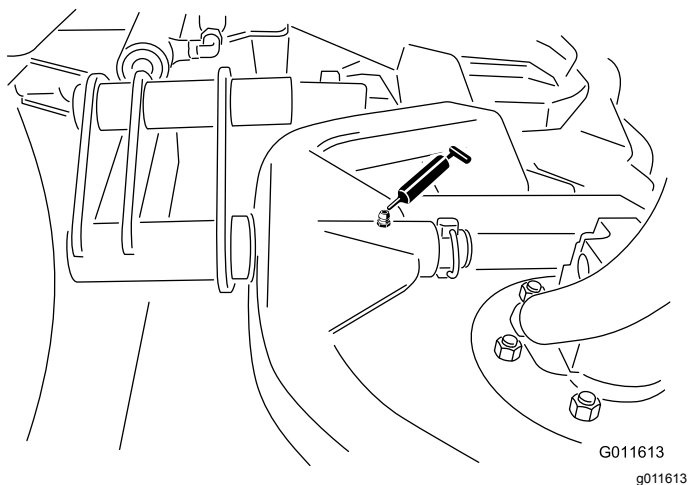

Figura 47
- Pivote del bastidor de tiro de la unidad de corte (1 en cada) (Figura 47)